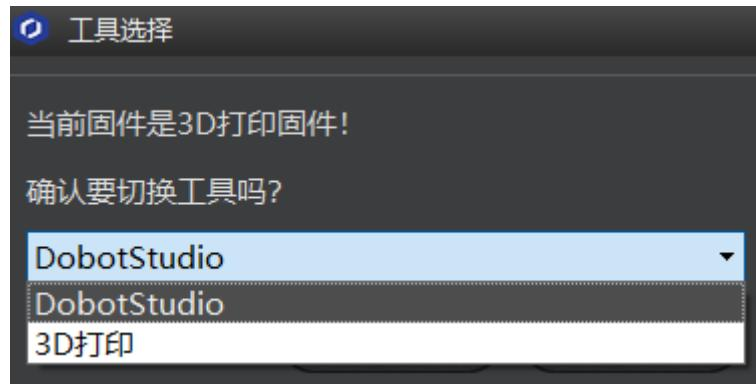

图 5.83 固件选择
1. 在连接DobotStudio时会弹出“工具选择”对话框，我们需在下拉框中选择“DobotStudio”重新烧录固件，如图 5.83所示，并单击“确认”。